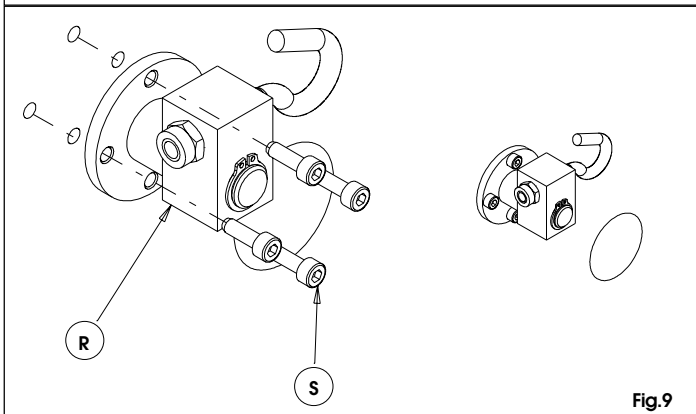

Fig.9
- 10) Posizionare il particolare **R** e fissarlo con le viti **S**, Fig.9. Per il bloccaggio del particolare R posizionare, all'interno del cofano i dadi e la rondelle da M5 fornite nel Kit.
- 10) Position part R and secure it with screws S, Fig.9. To secure part R, locate the nuts and M5 washer (supplied with the kit) inside the housing.
- 10) Positionner la pièce R et la fixer avec les vis S, Fig.9.
- 10) Coloque la pieza **R** y fijela con los tornillos **S**, Fig. 9. Para bloquear la pieza **R** coloque en el interior del capó las tuercas y la arandela de M5 que se incluyen en el Kit.
- 10) Das Teil **R** positionieren und mit den Schrauben **S** befestigen, Abb. 9. Um das Teil **R** zu blockieren, in dem Gehäuse die mit dem Bausatz mitgelieferten Muttern und M5-Unterlegscheiben positionieren.